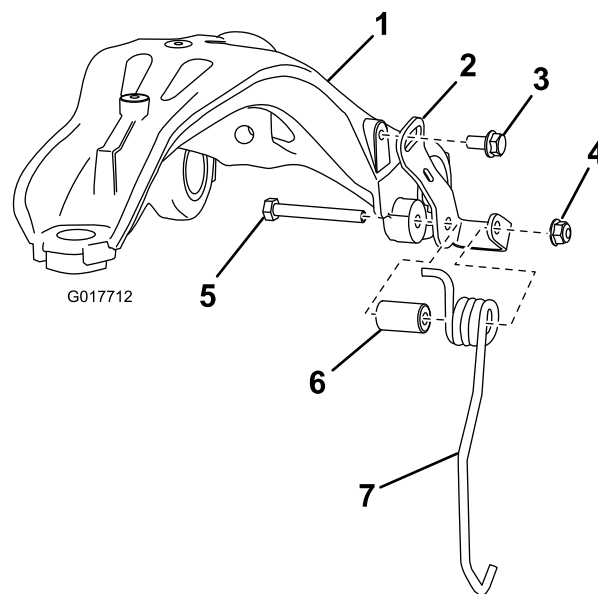

Figura 1
4. Montate i nuovi gruppi di molle e fermi di sinistra e destra sul braccio di sospensione, come illustrato in Figura 1.